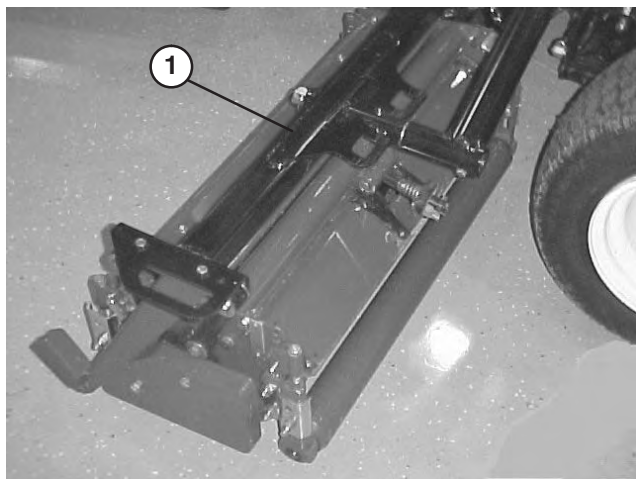
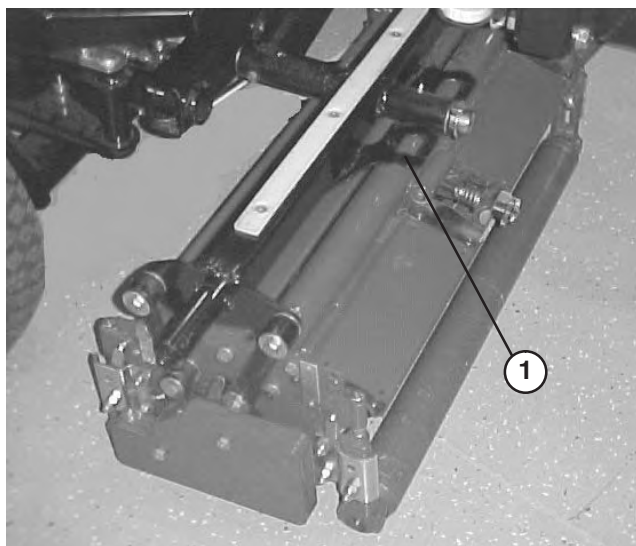
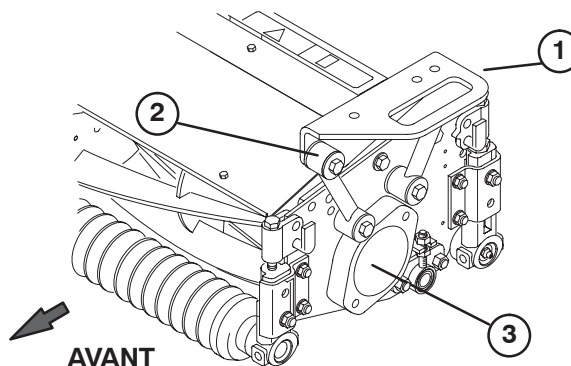

Figure 12
Figure 13
Figure 14
Remarque : Quand les bras de levage sont élevés au maximum, les flexibles doivent être acheminés comme illustré à la Figure 14 et se trouver à 1–3 mm du bras de levage.
2. Placez un bâti porteur avant (Fig. 12) sur chaque plateau de coupe avant. Alignez les trous de montage sur les biellettes de montage comme illustré à la Figure 14.
3. Positionnez le bâti porteur arrière (Fig. 13) sur le plateau de coupe arrière, et alignez les trous de montage sur les biellettes de montage comme illustré à la Figure 14.
4. Fixez chaque biellette au bâti porteur avec une vis d'assemblage (3/8-16 x 2-1/4 pouce), (2) rondelles plates et un contre-écrou, comme illustré à la Figure 14. Placez une rondelle de chaque côté de la biellette lors du montage. Serrez à 42 Nm.
3. Déposez l'obturateur de transport des logements de roulements sur les plateaux de coupe restants (Fig. 14).